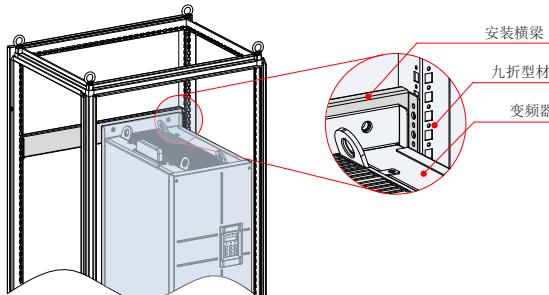

图 3-16 200kW~400kW 机柜 3D 示意图
2、CS710-4T200G~CS710-4T400G 装入九折型材 600mm 深机柜时，安装横梁必须向内弯折（如图 3-16 所示），借用立柱的空间（在装 800mm 深或以上标准机柜时，无此限制）。